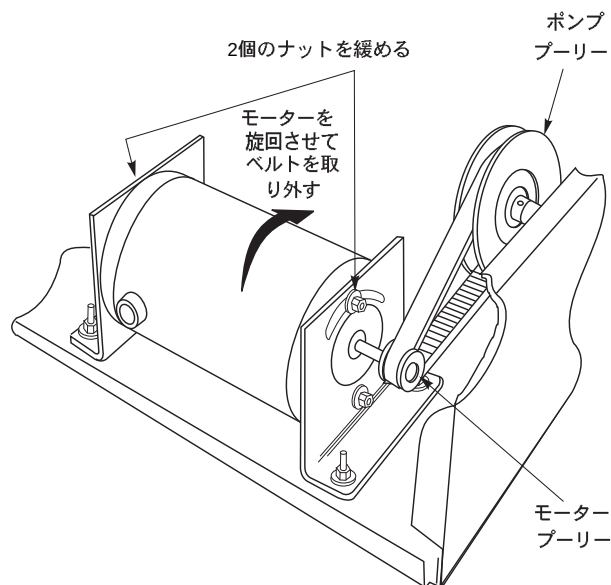

図 14. ベルトを交換する
3. 図 14を参照し、モーター取付け用ブラケットの上部にモーターを固定している2個のナットを緩めます (ただし外してしまわないこと)。